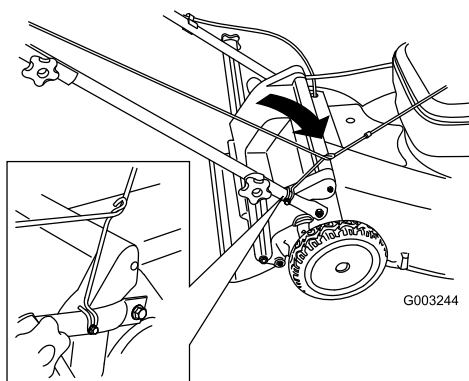

Figure 23
3. Faites passer le câble du lanceur autour du guide inférieur (Figure 23).